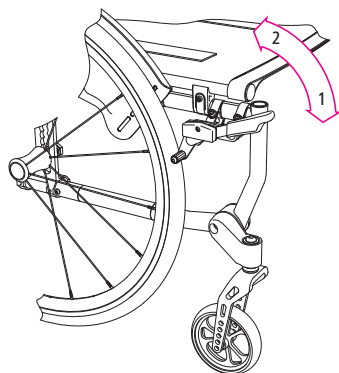

Рис.15
1. Стоянкове гальмо блокується натисканням важеля вперед/вниз (1, рис. 15). В цьому положенні гальмо фіксується.
2. Для розблокування гальма важіль треба потягти вгору (2, рис. 15).